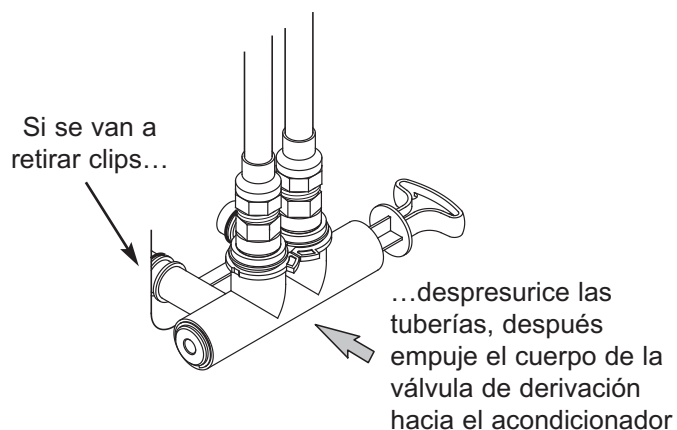

FIG. 14
7. Revise si hay fugas alrededor de los clips en la entrada y salida del acondicionador. Si hay una fuga en un clip, despresurice las tuberías (apague el suministro de agua y abra los grifos) antes de retirar el clip. Al retirar clips en la entrada o salida del acondicionador, empuje la válvula de derivación simple hacia el acondicionador (vea la Fig. 14). Los clips podrían dañarse si no se retiran correctamente. No vuelva a instalar los clips que se hayan dañado.